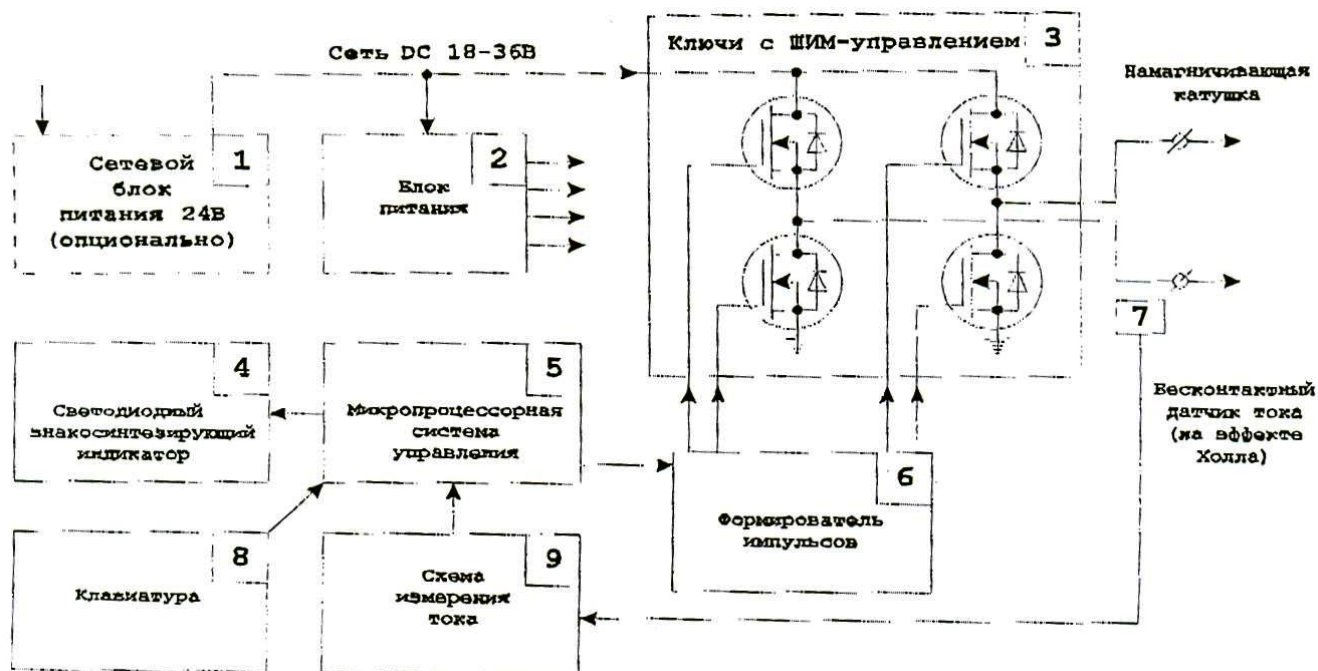

Рисунок 4.5 Электрическая блок-схема модуля МД-Э
Устройство имеет вход питания на напряжения (18-36) В (см.рис.4.5). Его можно запитать от поставляемого в комплекте сетевого блока питания на 24 В (1) или внешней сети постоянного тока с указанным напряжением.